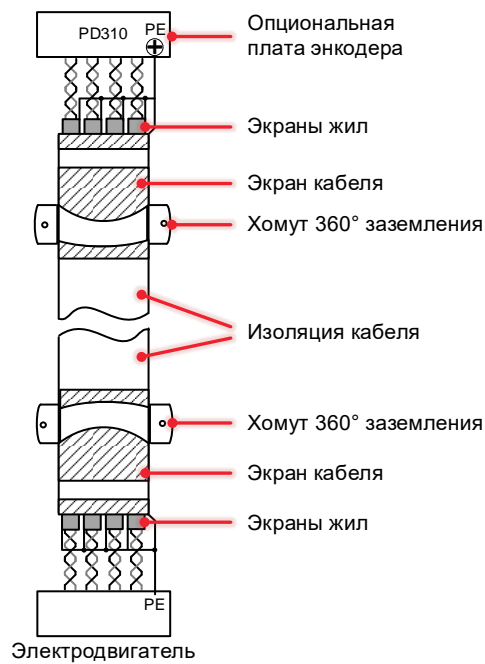

Рисунок 4-21 Подключение кабеля энкодера
- Подключение кабелей обратной связи по скорости рекомендуется выполнять кабелем типа витая пара с двойным экраном, каждый дифференциальный проводник подключается отдельным экраном (Рисунок 4-21);